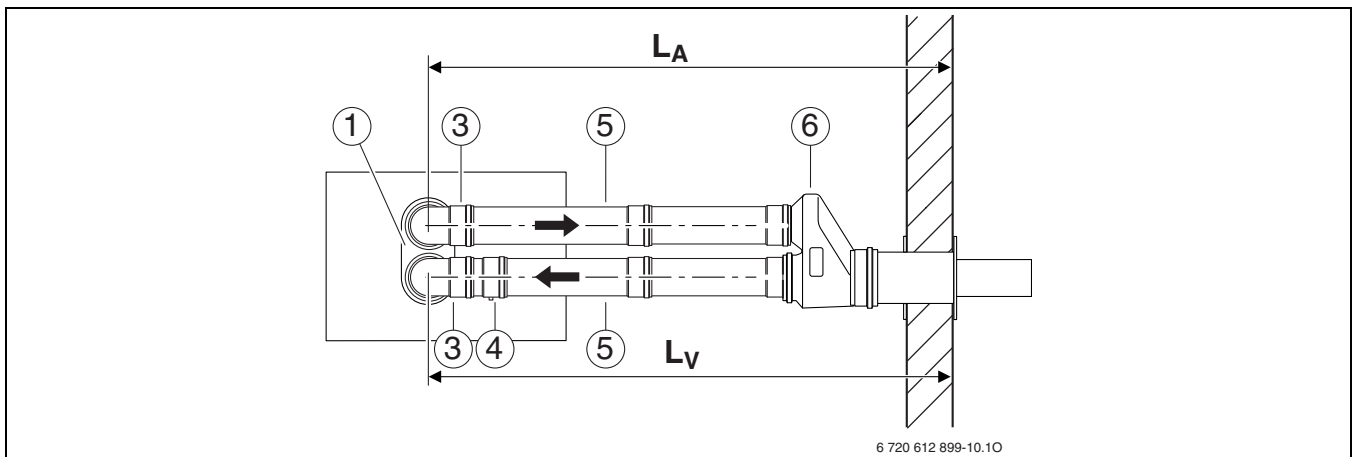

Fig. 12 Conducto de evacuación-admisión según C₁₂
- Conducción de gas de escape según C_{12} (fig. 12):